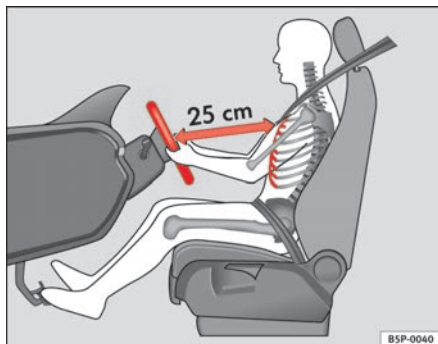

Fig. 1 Distancia correcta entre el conductor y el volante
- Ajuste el volante de modo que quede una distancia mínima de 25 cm entre el volante y el tórax ⇒ **fig. 1.**
- Coloque el asiento del conductor de forma que quede una distancia mínima de 25 cm entre el tórax y el centro del volante ⇒ **página 10, fig. 1**. Si la distancia es inferior a los 25 cm, el sistema de airbags no puede protegerle correctamente.